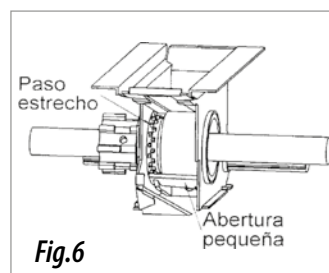

Fig.6
- Paso estrecho, espolones pequeños, para semillas finas (fig. 6).
- Regular la abertura de la trampilla inferior del distribuidor para adaptarla al tamaño de la semilla (figs. 6, 7 y 8).